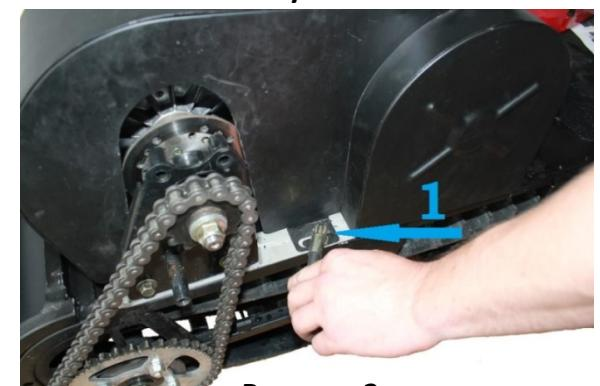
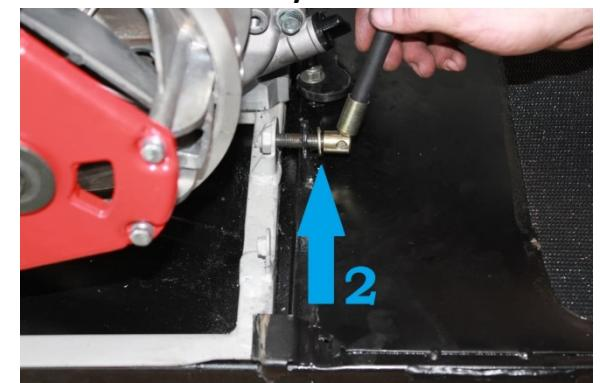

Рисунок 2
Рисунок 3
Для регулировки натяжения цепи необходимо ослабить два винта (1) крепления рамы моторного блока – расположение одного из них указано на рисунке 2, второй расположен с противоположной стороны двигателя. Провести регулировку натяжения цепи с помощью винта натяжения цепи (2, рис.3) так, чтобы прогиб ветви цепи, указанный стрелкой на рисунке 1, при нагрузке около 5 кг должен быть не более 10-15 мм), затянуть винты (1, рис.2).